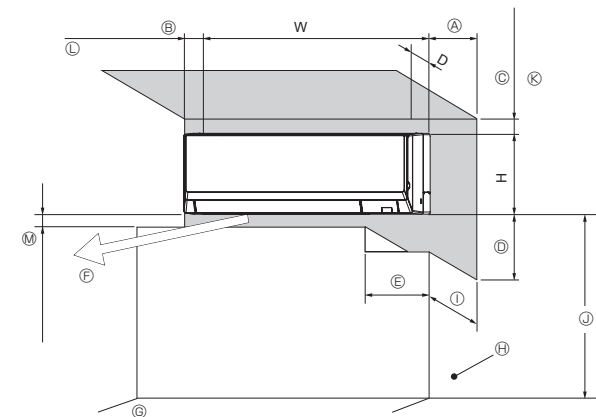

Fig. 2-1
2.1. Եզրագծային չափսեր (Ներքին բլոկ) (Fig. 2-1)